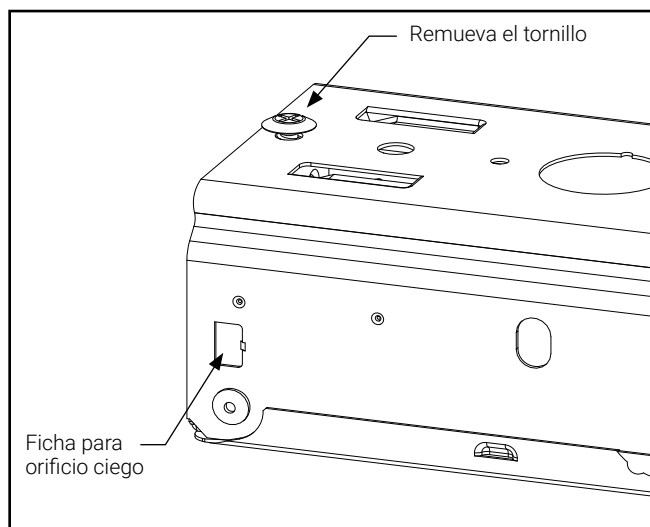

Figura 2
2. Retire las 2 fichas de cada lado del canal donde se instalarán las tapas decorativas (Figura 2).
3. Retire el tornillo de la parte superior del canal. Guárdelo para volver a instalarlo (Figura 2).